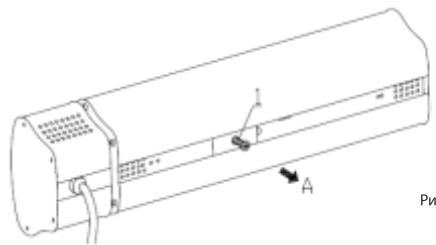

Рис. 2
3. Соберите установочный настенный крепеж как показано на рис. 2.